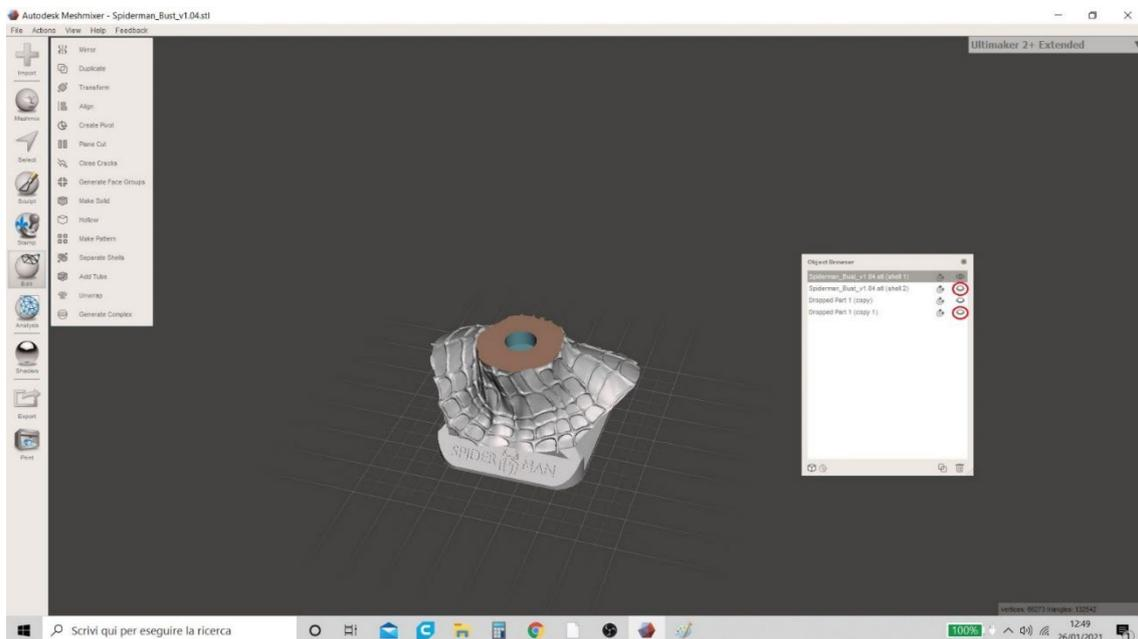

Figura 18 Meshmixer
11. Si procederà nascondendo il modello combinato appena creato, e rendendo visibili "Shell 2" e "Drop Part 1 (copia 1)". Per fare ciò, fare clic sull'icona a forma di occhio nella tabella come mostrato nella Figura 18 Meshmixer.